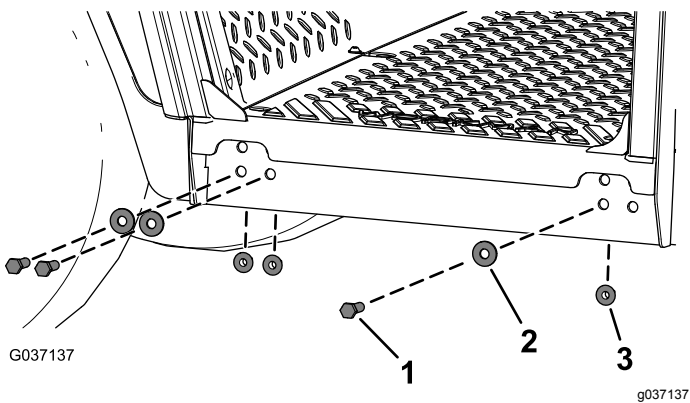

**Figura 11**
5. Eleve a estrutura da cabina utilizando os pontos de elevação e coloque-a na máquina (Figura 11).